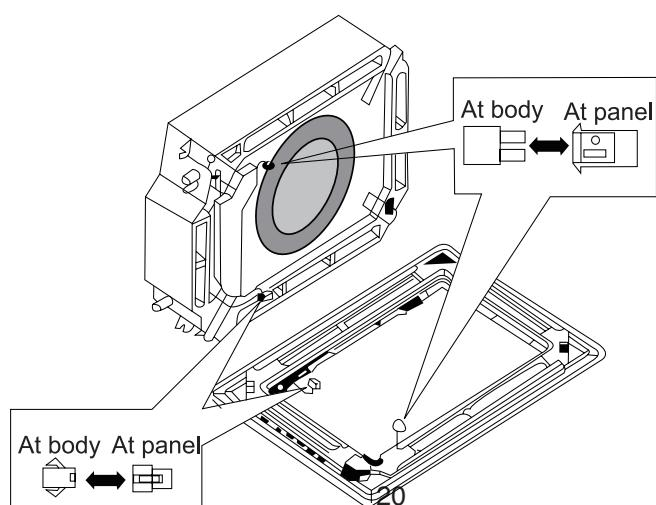

**Fig.24**
1. Applicare due viti (accessori) sull'unità principale (sull'angolo del lato del tubo di refrigerante e su quello opposto). Vedere i dettagli illustrati in Fig. 24. Aver cura di lasciare le viti allentate per 15-20 mm per appendere più facilmente il pannello.